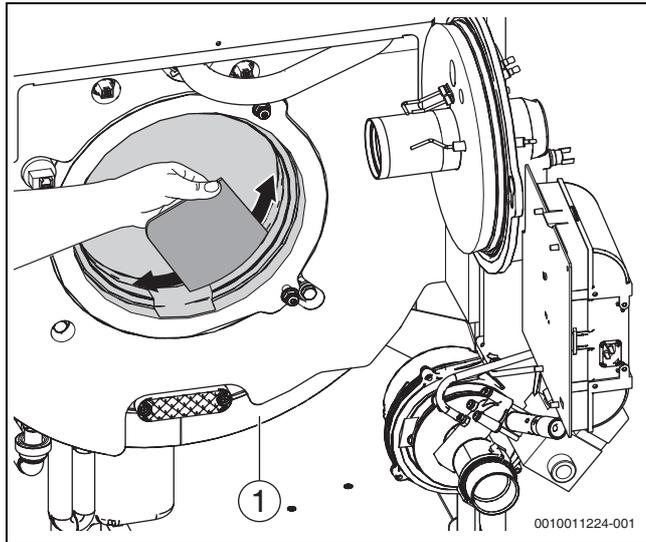
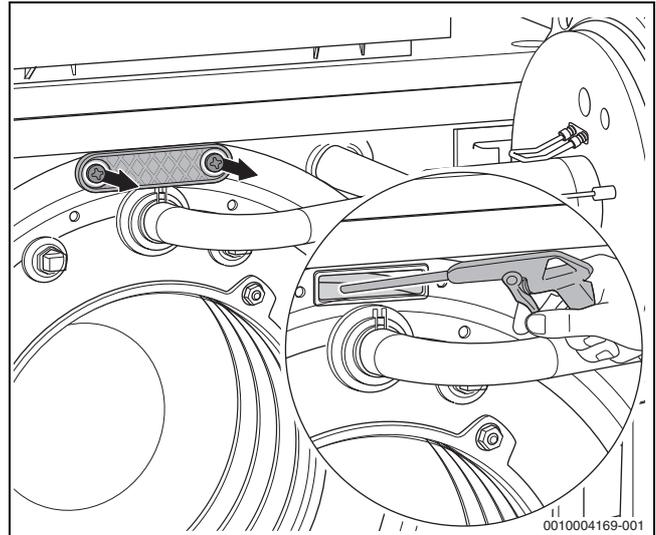

Bild 70 Heizgasspalte mit Reinigungsspachtel reinigen
Bild 71 Wärmetauscher mit Sprühlanze reinigen
- ▶ Reinigungsdeckel (→ Bild 70, Seite 42, [1] und Bild 71) abnehmen.
- ▶ Lose Partikel mit Wasser (z. B. Sprühlanze) aus Feuerraum und Abgasmantel spülen (→ Bild 71).
- ▶ Heizgasspalte mit Reinigungsspachtel reinigen (→ Bild 70, Seite 42).